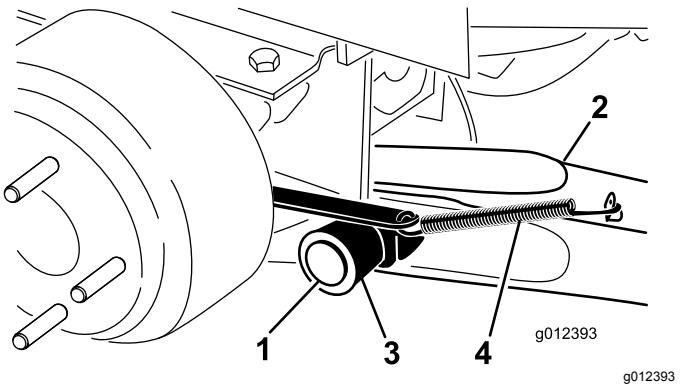

Figura 4
- Monte um braço de elevação no apoio da articulação com um pino de articulação e um contrapino (Figura 4). Monte o braço de elevação com a dobra posicionada para fora.
- Coloque a mola de retorno do travão na patilha no braço de elevação (Figura 4).